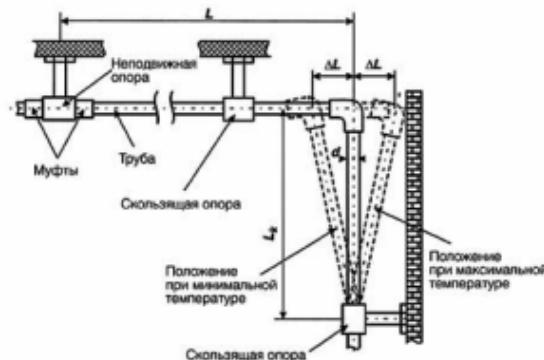

Рис. 1. Угловой метод компенсации
- способом углового расширения (рис. 1);